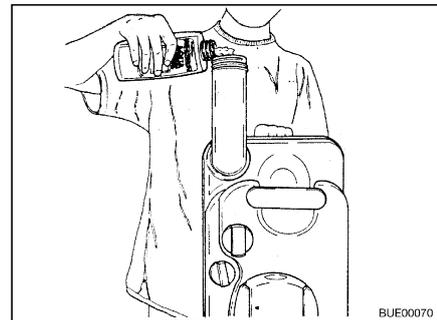

Bild 294 Sanitärflüssigkeit einfüllen
- Angegebene Menge Sanitärflüssigkeit in den Fäkalientank füllen (Bild 294).